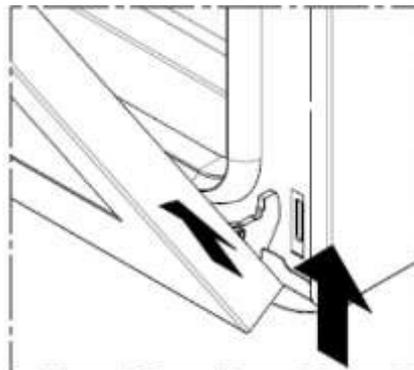

rys. 6
- delikatnie unieść drzwiczki i wyciągnąć je (rys. 6);